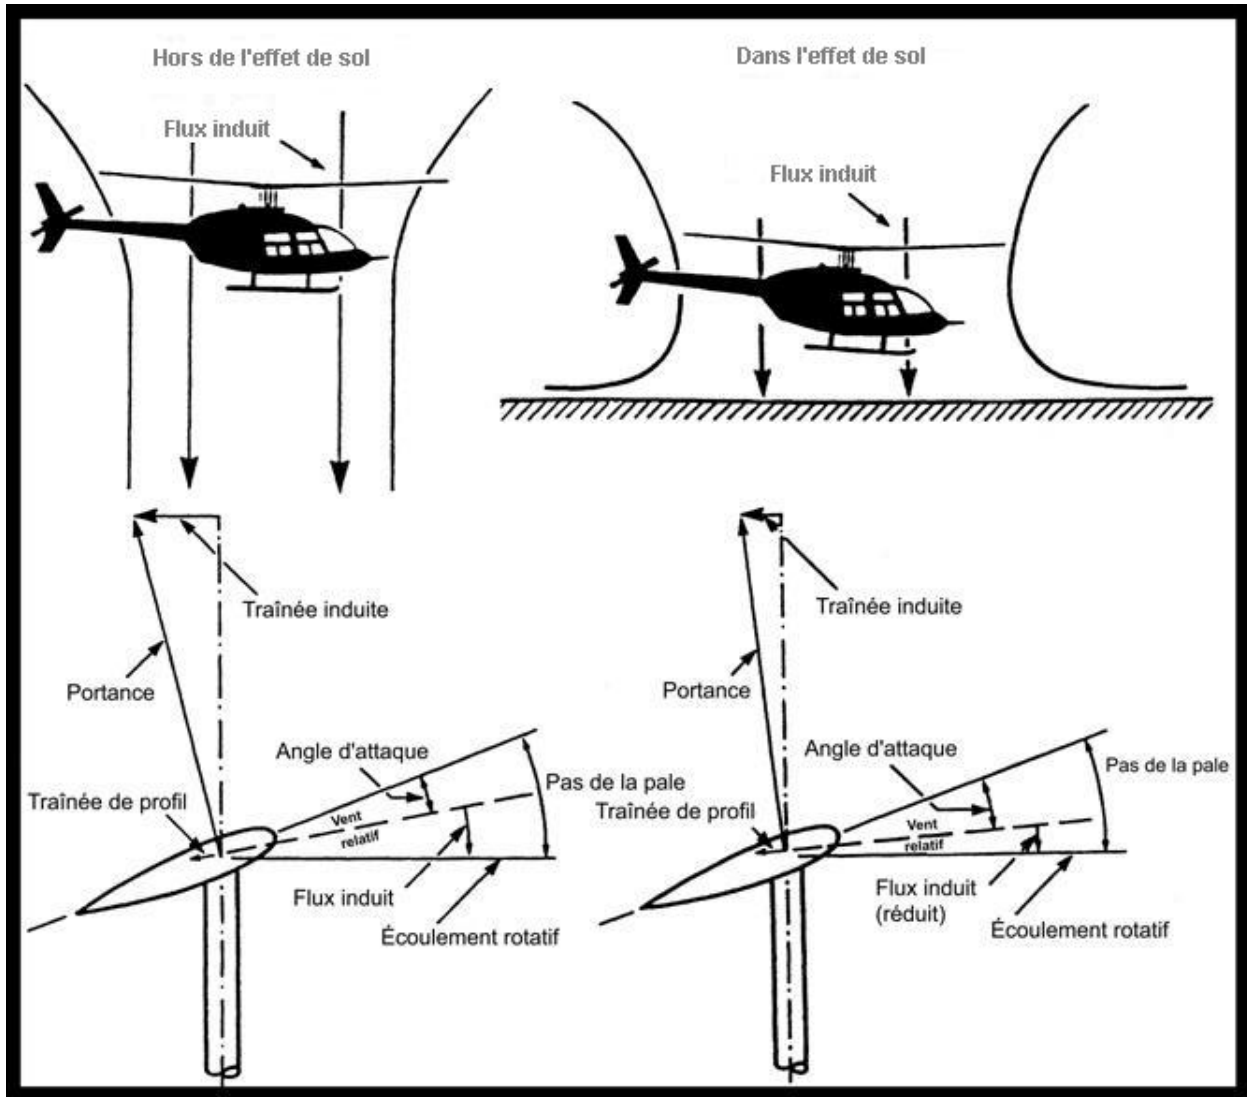

Figure 8-1 L'effet de sol
- 1) l'effet de sol (Figure 8-1); et